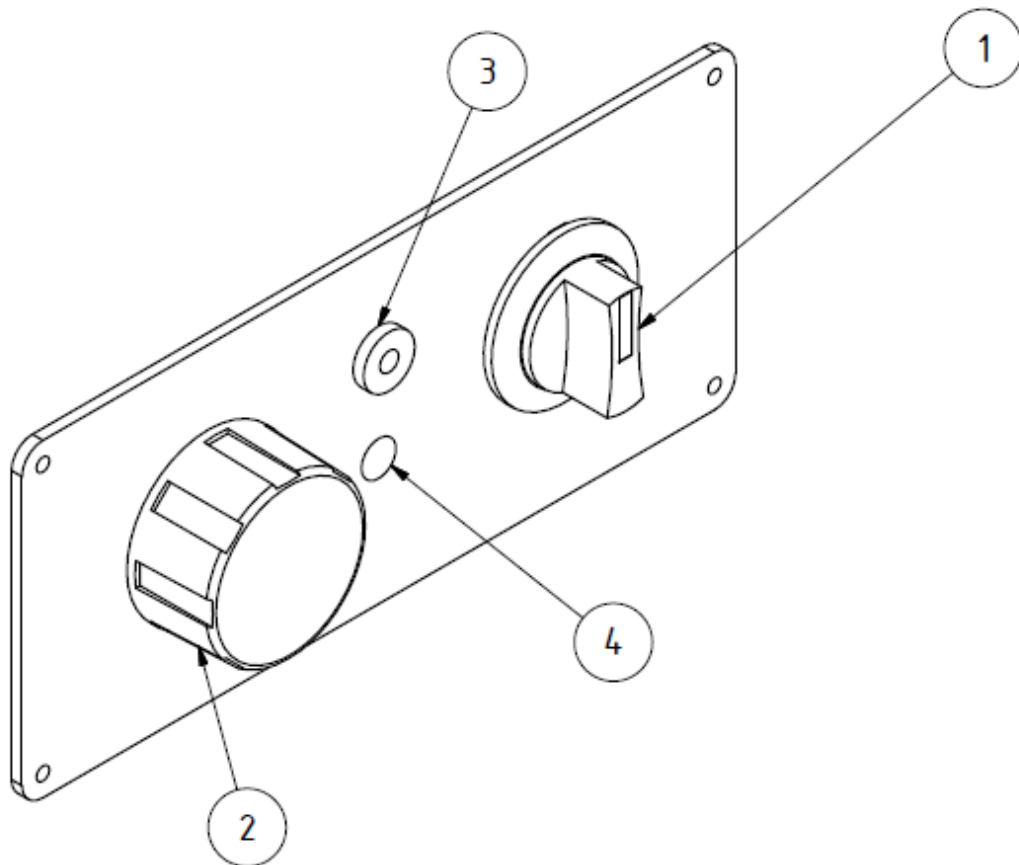

Figure 3, Panneau de commande
- N'utilisez que des filtres de rechange d'origine, car ce sont les seuls à vous garantir le degré d'absorption nécessaire et à être adaptés à l'appareil de filtrage et aux données de performance. Allumez le MiniFil sur l'interrupteur (fig. 3, pos. 1).
- Réinsérez la prise dans la fiche et allumez l'appareil. Le témoin de fonctionnement vert sur le bouton-poussoir (fig.3, pos. 1) doit s'allumer et indiquer le fonctionnement sans perturbation de l'appareil.